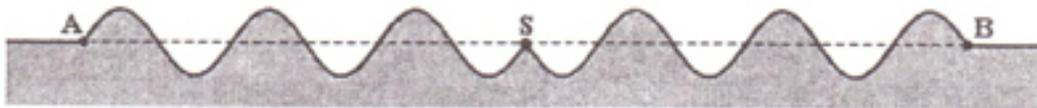

figure 7
- 2- La courbe de la **figure 7** représente une coupe de la surface de l'eau par un plan vertical passant par S à un instant t_1 . A cet instant, l'élongation de S est nulle.
- b- En exploitant la courbe de la **figure 7**, déterminer la valeur de λ . En déduire celle de la célérité v de l'onde.